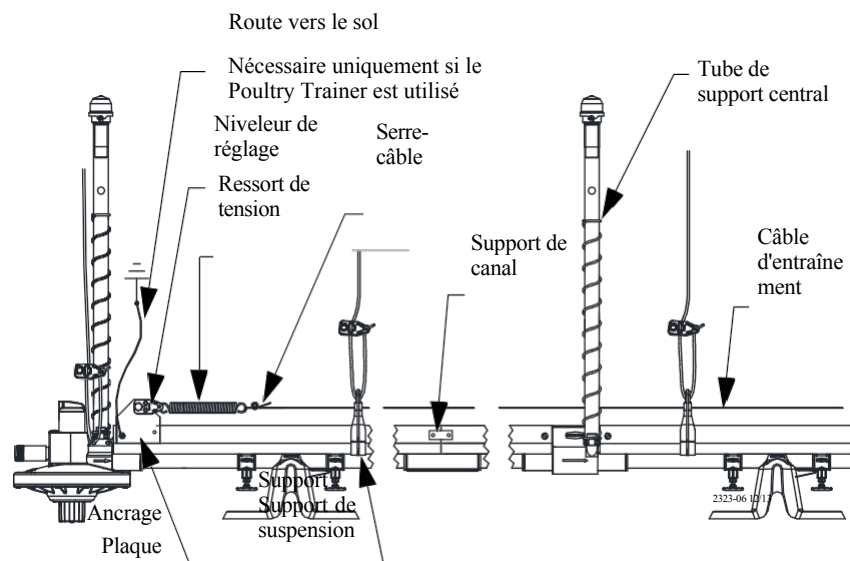

Figure 36. Composants anti-perchage
1. Assurez-vous que la plaque d'ancrage avec niveleur de réglage est installée au début et à la fin de chaque ligne anti-perchoir. **Voir figure 36.**
- Remarque : assurez-vous que le canal de support est relié à la terre (pour garantir le bon fonctionnement du dresseur de volaille). Il sera nécessaire d'installer un fil de raccordement au tube du support, aux assemblages d'entrée, etc., pour garantir le circuit de mise à la terre. **Voir la figure 36.**